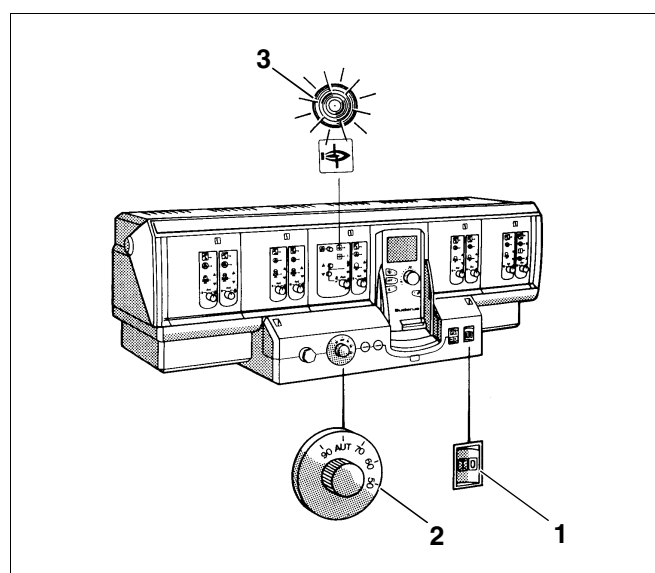

Fig. 1 Aparelho de regulação, p. ex. Logamatic 4311
- Abra a cobertura transparente (fig. 1).
- Coloque o interruptor de Serviço (fig. 1, **item 1**) na posição I (LIG).
- Posicione o regulador da temperatura da água da caldeira (fig. 1, **item 2**) para AUT (regulação comandada pela temperatura exterior; ajuste de fábrica).
- Coloque o interruptor de Serviço (fig. 1, **item 1**) na posição "0" (DESL).
Uma falha/avaría do queimador é indicada no queimador e no aparelho de regulação por uma lâmpada de aviso (fig. 1, **item 3**) ou no visor.